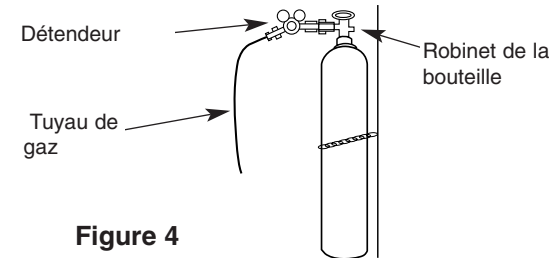

Figure 4
1. Enchaîner la bouteille à un mur ou à un autre support fixe pour empêcher qu'elle ne tombe. Isoler (électriquement) la bouteille du circuit de retour et de la terre. Se reporter à la figure 4.